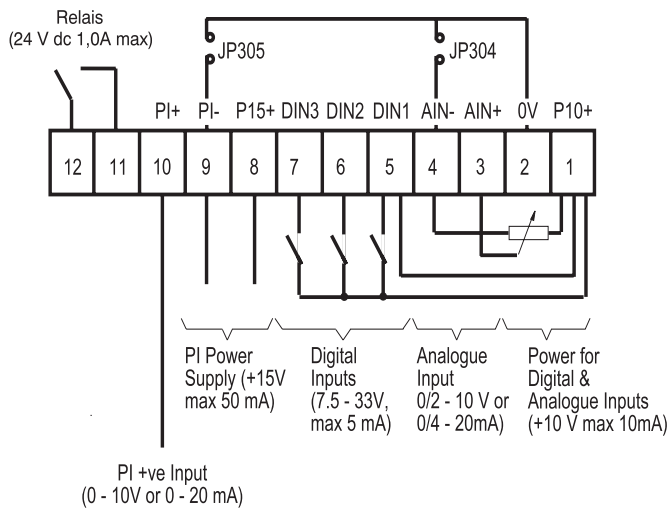

Abb. 3: Anschlussklemmen, Steuerung
Das Steuerkabel sollte durch eine geeignete Durchführungsöffnung in den Frequenzumrichter eingeführt werden (siehe dazu Abb. 1). Die Steuerleitungen ist gemäß den Anweisungen in Abb. 3 und 4 anzuschließen (siehe dazu auch Abb. 1).
Bitte beachten Sie, daß das auf Wunsch lieferbare Potentiometer (dargestellt in Abb. 3) als analoger Sollwert geschaltet ist und voraussetzt, daß die Brücke JP304 die Stifte 0V (Stift 2) und AIN- (Stift 4) verbunden ist. Für Digitaleingaben kann auch P15+ als Alternative zu P10+ verwendet werden.
- (b) Ein 4,7 kW Potentiometer an die Steueranschlüsse anschließen (siehe dazu Abb. 3) oder ein 0 - 10 V Signal zwischen Stift 2 (0 V) und Stift 3 (AIN+) anlegen. In beiden Fällen ist die Brücke JP304 so einzusetzen, dass sie 0 V mit AIN- verbindet.